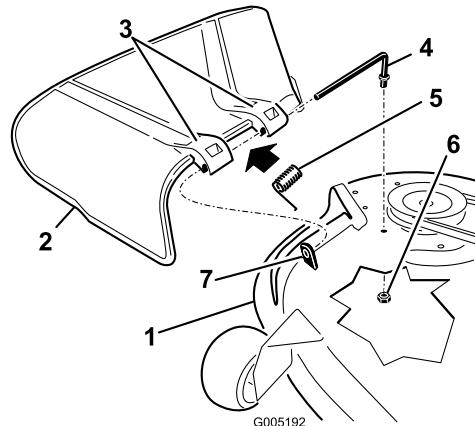

Figura 48
1. Localice los elementos mostrados en la Figura 48.
2. Retire la tuerca (3/8 pulg.) de la varilla (debajo del cortacésped) (Figura 48).
3. Deslice la varilla para retirarla del espaciador corto, de la arandela de freno interna, del muelle y del deflector de hierba (Figura 48). Retire el deflector de hierba dañado o desgastado.
4. Cambie el deflector de hierba y la arandela de freno interna (Figura 48).
6. Coloque el muelle sobre la varilla, con los extremos de los alambres hacia abajo, y entre los soportes del deflector de hierba. Deslice la varilla por el segundo soporte del deflector de hierba y por la arandela de freno interna (Figura 48).
7. Introduzca la varilla, en la parte delantera del deflector de hierba, por el espaciador corto de la plataforma. Fije el extremo trasero de la varilla en el cortacésped con una tuerca (3/8 pulg.) (Figura 48).